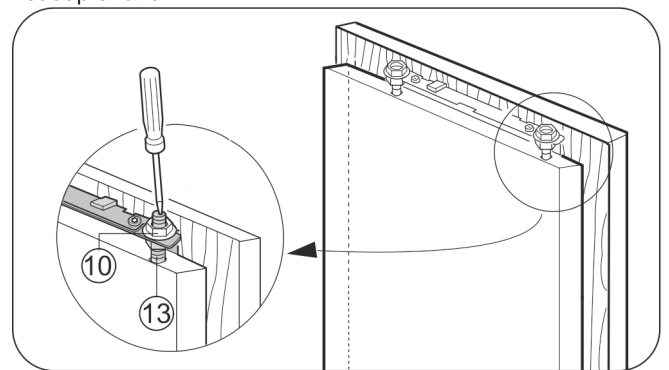

Fig. 22
- ▶ Затяните контргаики Fig. 22 (10) шестигранным ключом на 13, при этом регулировочные болты Fig. 22 (13) удерживайте от проворачивания отверткой.